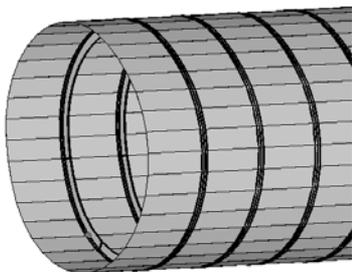
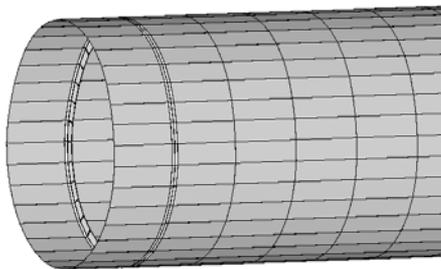

图 7-8 确定梁截面的摆放方向
图 7-9 创建该机身框位置上的 CBAR
- (1) 在模型浏览器中选中 M_frame_T 并右击, 然后选择 Make Current。
- (2) 选择 1D>bars>bar2。
- (3) 单击 property=, 选择 frame_T。
- (4) 单击 elem types=, 选择 CBAR。
- (5) 在 orientation 下拉菜单选择 vector>y-axis, 确定梁截面的摆放方向。
- (6) 把视图调整到如图 7-8 所示角度, 使得 T 形截面框在图形区域左边。
- (7) 在左端面的第二排节点处创建梁单元, 该节点处也就是几何框的摆放位置处。
- (8) 确保 node A 已经激活, 选择左端面第二排的任一节点, 然后激活 node B, 选中与 node A 节点顺时针方向相连的节点, 此时自动生成一个 CBAR 单元。
- (9) 创建下一个 CBAR 单元, 以上一步的 node B 节点为新的 node A 节点, 以上一步 node B 节点顺时针方向相连的节点为新的 node B 节点, 此时生成第二个 CBAR 单元。
- (10) 按照 (8) ~ (9) 步所述的方法创建该机身框位置上其他的 CBAR, 直到该位置上的 CBAR 单元首尾相连成一圈, 如图 7-9 所示。